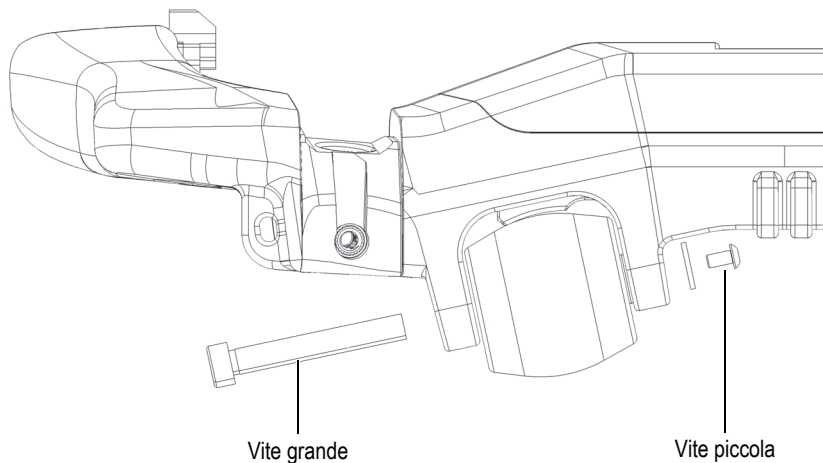

Figura 5-1 Rimozione vite
1. Usare una chiave a brugola per rimuovere la piccola vite bloccando, allo stesso tempo, la grande vite con un'altra chiave a brugola (Figura 5-1 a pagina 79).